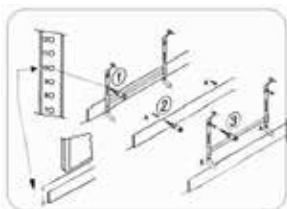

Figure 5
6. Percez les trous en faisant attention au diamètre et placez-y les chevilles. Fixez le support au mur à l'aide des vis de montage (figure 5).